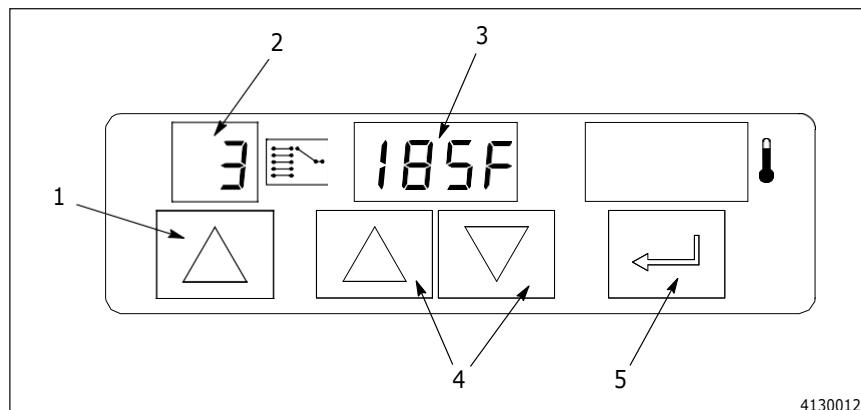

Fig. A 4-2 Trocando o Ajuste de uma Função Selecionada
1. Ver a Figura A 4-2. Pressionar as teclas Mover para Cima e Mover para Baixo (4) até que a luz SYSTEM SETTINGS ligue. NOTA: Se a função senha estiver habilitada, deve-se trocar o número no visor multifuncional (500) para a senha (321) e pressionar a tecla Enter antes que o sistema permita trocar as funções dos AJUSTES DO SISTEMA.
3. Ver a Figura A 4-2. Pressionar a Tecla Para Cima (1) até que o número da função apareça no visor do seletor (2). Como o número da função muda, o visor multifuncional (3) troca para mostrar o ajuste de cada função selecionada.
4. Pressionar as teclas para cima para baixo (4) para mudar o ajuste. O visor multifuncional pisca.
5. Pressionar a tecla Enter (5) para salvar o novo ajuste. O visor multifuncional para de piscar.